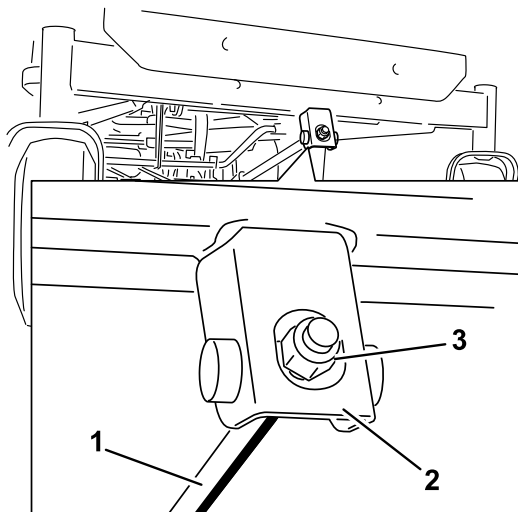

Figura 55
6. Para ajustar a inclinação da lâmina da frente para trás, rode a porca de ajuste na parte da frente do cortador (Figura 55).